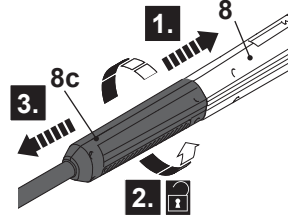

Fig. 8
- > Presione la lanza de extensión (8c) hacia la pistola de pulverización (8) y girarla en el sentido contrario a las agujas del reloj para retirarla (Fig. 8).